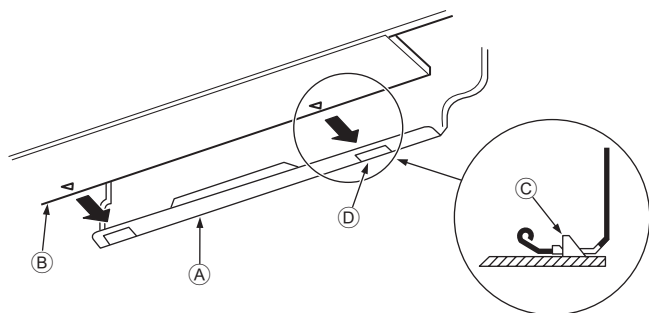

Fig. 3-10
3. Enquanto introduz a tubagem do refrigerante e a mangueira de drenagem no furo da parede (bucha), pendure a parte superior da unidade interior na placa de montagem (1).
5. Fixe empurrando a parte inferior da unidade interior para dentro da placa de montagem (1). (Fig. 3-10)